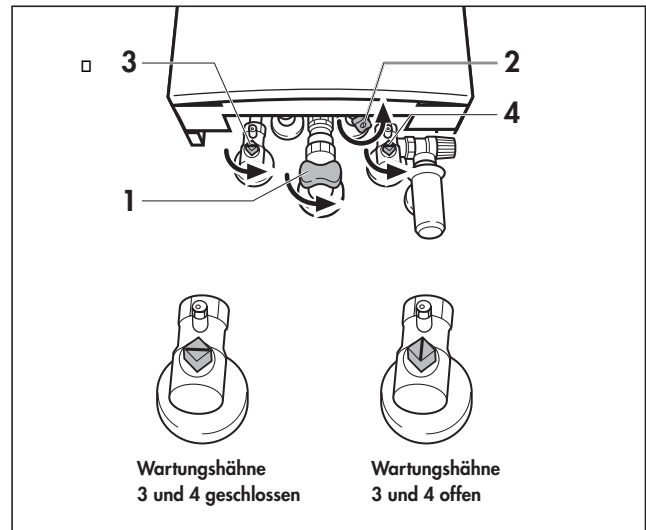

Abb. 3.4 Absperreinrichtungen öffnen (VC/VCW 126-356)
3.2.1 Absperreinrichtungen öffnen (Abb. 3.4 bis 3.6)
- Öffnen Sie den Gasabsperrhahn (1) durch Eindrücken und Drehen gegen den Uhrzeigersinn bis zum festen Anschlag.